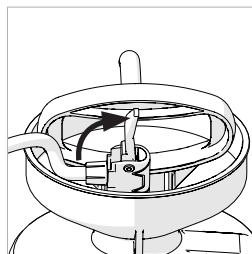

Afb. 1
- Druk het handvat naar beneden en draai het tot het in de middelste stand staat. Zo ontgrendelt u het handvat. (Afb. 1)